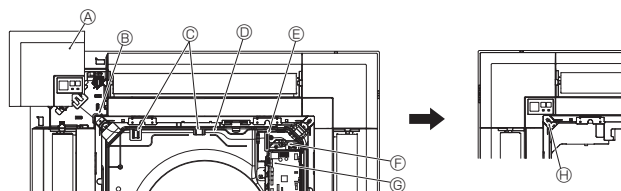

Fig. 9-9
9.4.5. Instalar o recetor de sinal (Fig. 9-9)